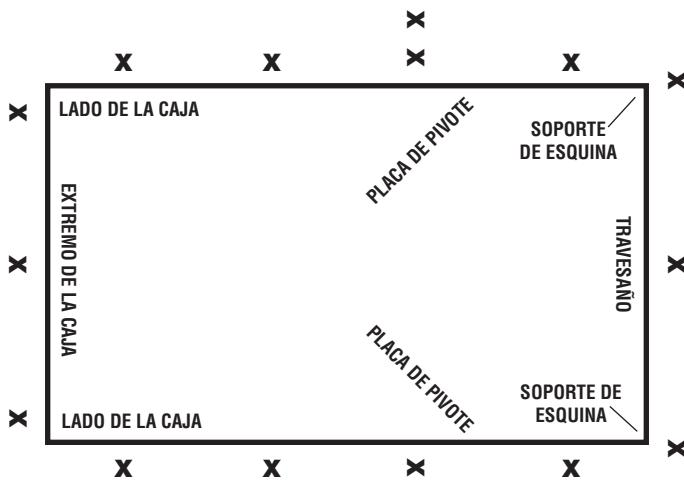

FIGURA 3
- B. Sujete con clavos los lados (jambas) del marco de la escalera al marco de la abertura preliminar, utilizando clavos 16d ó tornillos para madera de 3". Se suministran orificios en las placas de pivot y los soportes de bisagra tipo piano. Además, clave a través de las tablas de extremo en los travesaños de la abertura preliminar. Finalice la instalación permanente utilizando clavos 16d o tornillos para madera de 3" para asegurar el marco de la escalera en todos los cuatro lados de la abertura preliminar según el diagrama de la FIGURA 3. Utilice al menos 3 clavos/tornillos espaciados uniformemente en cada extremo de la caja y al menos 5 clavos/tornillos espaciados uniformemente en cada lado de la caja. Remueva los clavos 8d y las tablillas utilizadas para el soporte temporal.